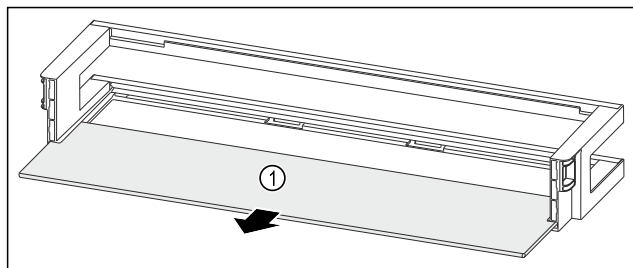

Fig. 212 Balconnet de contre-porte avec tablette de rangement
- Retirer la tablette de rangement Fig. 212 (1).